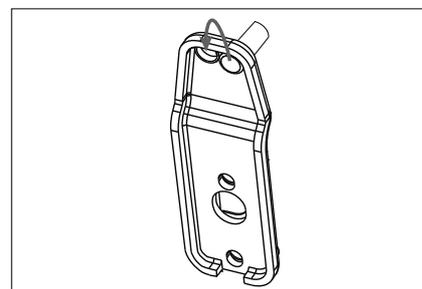

Fig. 3
- ▶ Fjern hængselstappen i det nederste hængsel med en kærviskrue-trækker og anbring hængselstappen i boringen (fig. 3).